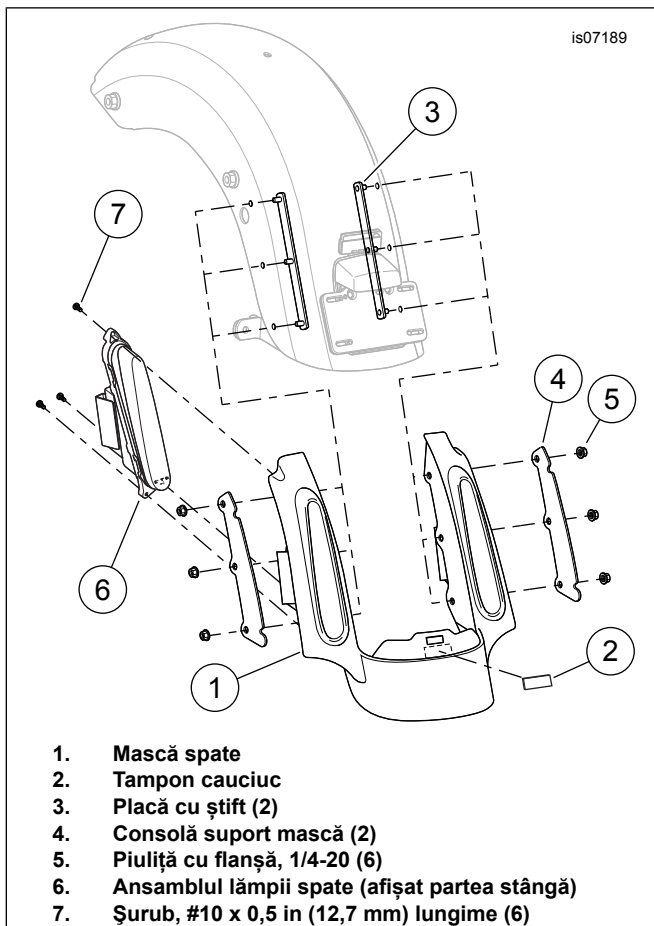

Figura 4. Instalare mască spate
4. A se vedea figura 4. Îndepărtați folia de pe suportul adeziv al tamponului de cauciuc de 44,5 x 19 x 1,6 mm (x in) (2).
5. Poziția tamponul în centrul măștii (1), chiar sub slot așa cum se arată, și apăsați ferm în loc.
8. Introduceți trei știfturi ale unei plăci cu știft (3), de sub aripă, prin găurile din aripă și din mască pe o parte.
10. Instalați lejer trei piulițe cu flanșă (5) pe filetele știfturilor.